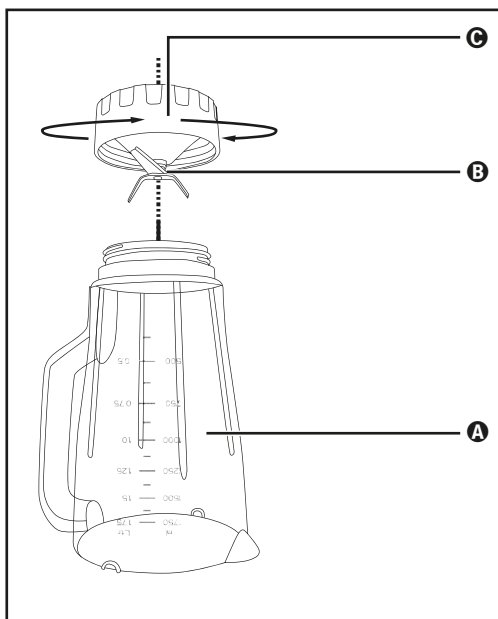

Bild 3
- 2) Vänd på produkten och vrid den undre plastdelen ③ på mixerbehållaren ③ motsols så att den kan tas loss från mixerbehållarens ③ överdel ➊ (se bild 3).